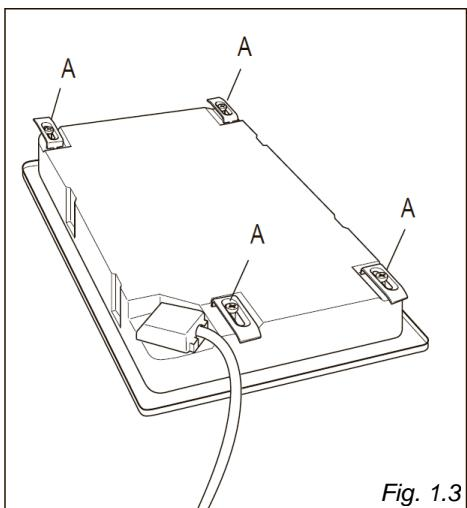

Fig. 1.3
Chaque plaque de cuisson est fournie avec un kit d'installation comprenant des supports et des vis pour fixer le dessus aux panneaux de fixation de 30 à 40 mm d'épaisseur, fig. 1.3, 1.4.
- Retournez la plaque de cuisson et mettez les pattes « **A** » (fig. 1.3) dans les fixations, ne serrez les vis « **B** » que de quelques tours.